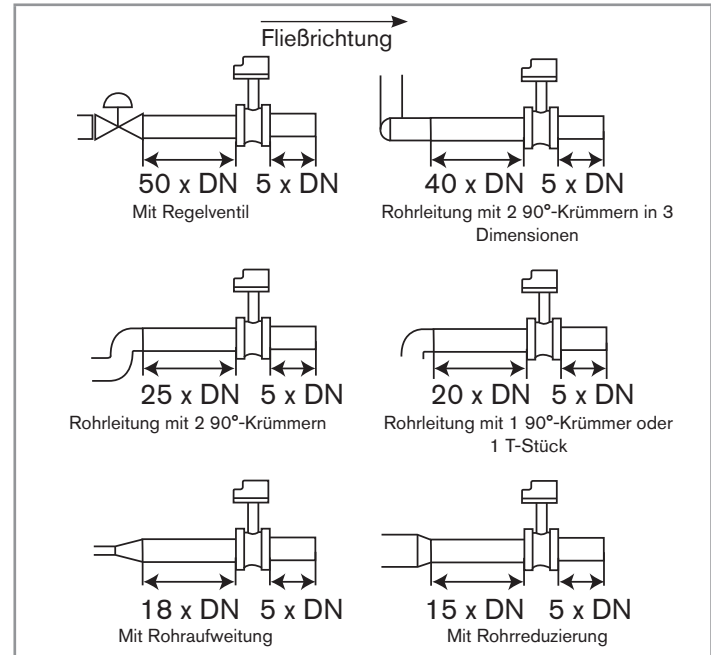

Bild 4: Mindestein- und -auslaufstrecken je nach Aufbau der Rohrleitungen
- die je nach Aufbau der Rohrleitung erforderlichen Mindestein- und -auslaufstrecken vor und nach dem Sensor einhalten, (Siehe Bild 4 und Norm EN ISO 5167-1).
- die je nach Aufbau der Rohrleitung erforderlichen Mindestein- und -auslaufstrecken vor und nach dem Sensor einhalten, Siehe Bild 4, Seite 15 und Norm EN ISO 5167-1.